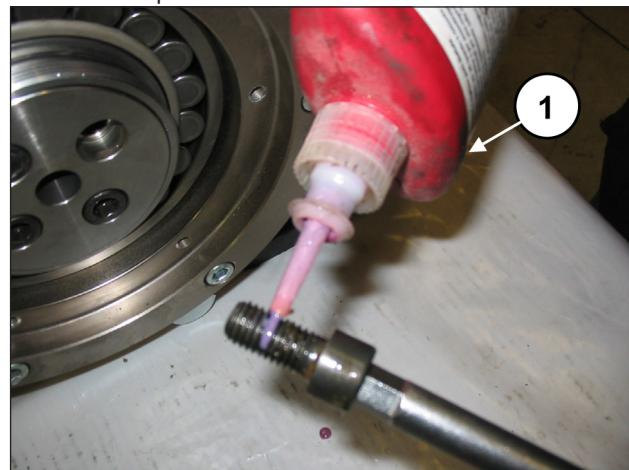

Fig. 87
Aplique LOCTITE 243 nas roscas dos parafusos M12x25 (pos. ①, Fig. 87).